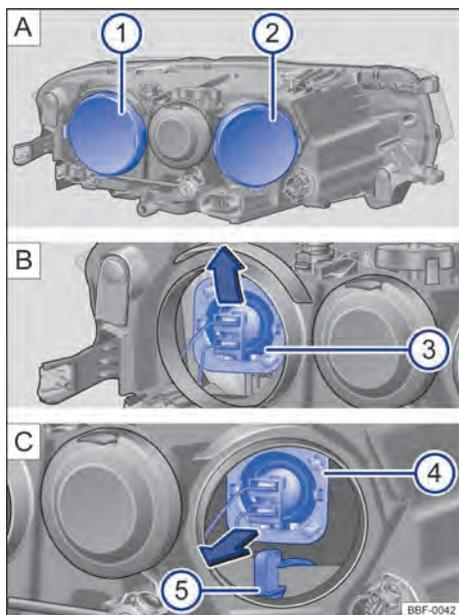

Fig. 130 No compartimento do motor: ① farol baixo e ② farol alto e luz de posição.
- ① Observar a lista de controle e executar as ações → Página 174.
- ② Abrir a tampa do compartimento do motor ⚠️ → Página 192.
- ③ Remover a respectiva cobertura de borracha → Fig. 130 [A] ① e ② na parte traseira do farol.
- ④ **Farol baixo:** pressionar a lâmpada incandescente pelo soquete para baixo até desencaixá-la → Fig. 130 ③. Retirar a lâmpada incandescente puxando-a para trás.
Farol alto: pressionar a lâmpada incandescente pelo soquete para cima até desencaixá-la → Fig. 130 ④. Retirar a lâmpada incandescente puxando-a para trás.
Indicadores de direção: retirar o suporte da lâmpada com a lâmpada incandescente, puxando-o para trás → Fig. 130 ⑤.
- ⑤ Substituir a lâmpada incandescente queimada por uma lâmpada incandescente nova do mesmo modelo.
- ⑥ **Farol baixo:** encaixar a lâmpada incandescente com o conector na abertura do farol e pressionar para dentro até que se trave firmemente → Fig. 130 ③. O ressalto da lâmpada incandescente deve estar voltado para cima e ser montado no encaixe do refletor do farol.
Farol alto: encaixar a lâmpada incandescente com o conector na abertura do farol e pressionar para dentro até que se trave firmemente → Fig. 130 ④. O ressalto da lâmpada incandescente deve estar voltado para baixo e ser montado no encaixe do refletor do farol.
Indicadores de direção: inserir o suporte da lâmpada com a lâmpada incandescente no farol até o batente → Fig. 130 ⑤
- ⑦ Instalar a respectiva cobertura de borracha
- ⑧ Fechar a tampa do compartimento do motor → Página 192.
- ⑨ Após a montagem da lâmpada nova, regular o fecho do farol.